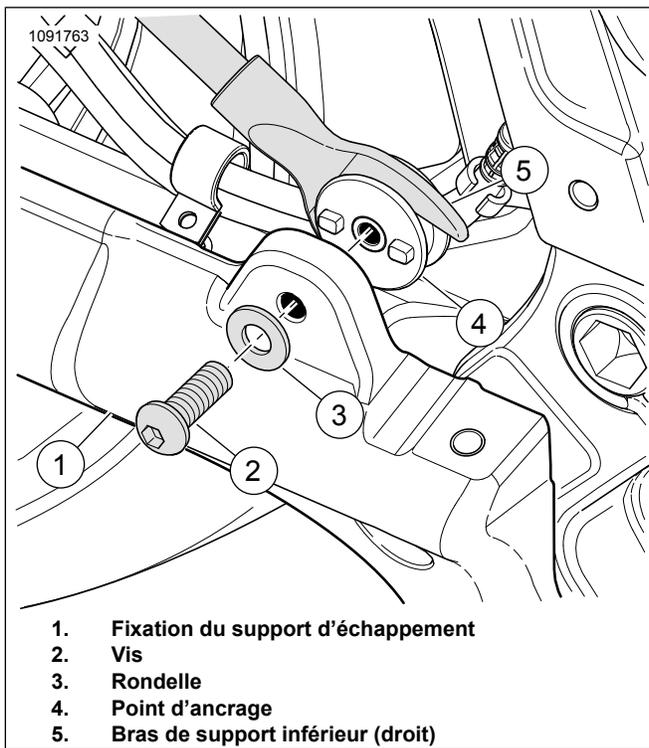

Figure 7. Support de bras inférieur (droit)
3. Consultez Figure 7 . Fixer le point d'ancrage (4) à la fixation (1) du support d'échappement à l'intérieur du véhicule.